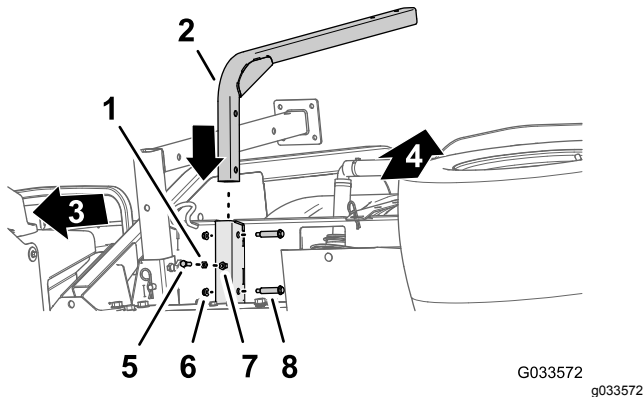

Figura 46
1. Alinhe o tubo de apoio do depósito de água limpa com o canal de suporte do depósito (Figura 46).
2. Alinhe os orifícios do tubo de apoio com os orifícios no canal (Figura 46).
3. Prenda o tubo ao canal (Figura 46) com os dois parafusos com olhal (½ pol. x 1-15/16 pol.) e duas porcas de bloqueio (5/16 pol.).
5. Enrosque a porca de retenção (5/16 pol.) no parafuso (5/16 pol. x 1 pol.) como se mostra na Figura 46.
6. Enrosque o parafuso (5/16 pol. x 1 pol.) e uma porca de retenção na porca soldada na parte inferior do canal de suporte do depósito e aperte o parafuso e a porca à mão (Figura 46).